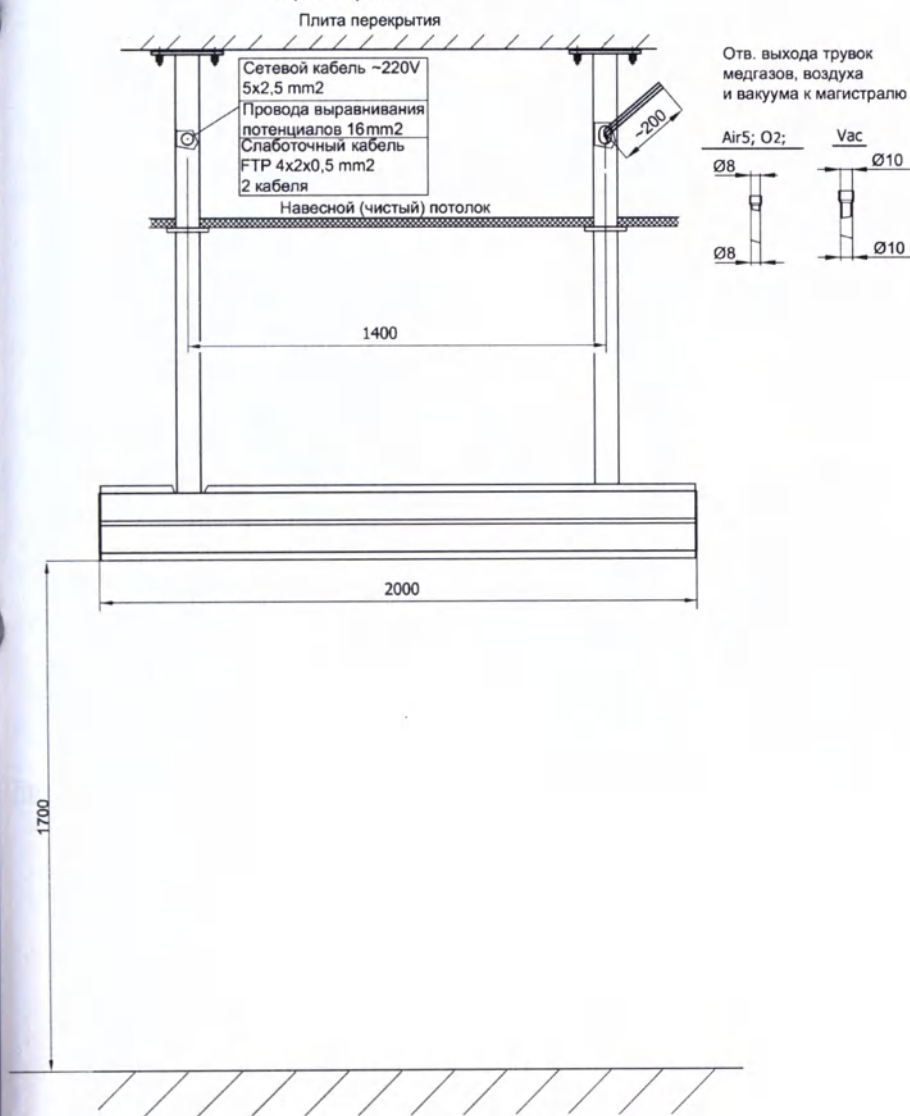

Рис. 6 Размеры для крепления потолочной консоли
- 7.2. Крепление консолей к потолочному перекрытию приведен на Рис. 6. Перед креплением консолей к потолочному перекрытию прикрепить пластины опоры (S=10) к опорам консоли с помощью винтов DIN 7991 M8×35.
- 7.3. Крепление консолей на 1 место приведено на Рис. 6
- 7.5. Подвод сети электропитания проводить медным 5-ти жильным кабелем с сечением жилы 2,5, мм². Подвод шины выравнивания потенциалов проводом сечением 16 мм², информационных сигналов (при их наличии) – кабелем типа FTP4x2x0.5. (Кабель провести через опору и подключить к компьютерному гнезду см. Рис. 6)
Рис. 6а
**Рис. 6в Клапан медгазов в монтажном корпусе